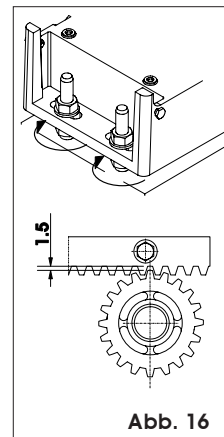

Abb. 16
- Nach Abschluß der Installation der Zahnstange sollte die Position des Getriebemotors um ca. 1,5 mm (Abb. 16) abgesenkt werden, um ein korrektes Eingreifen in das Ritzelzu gewährleisten.